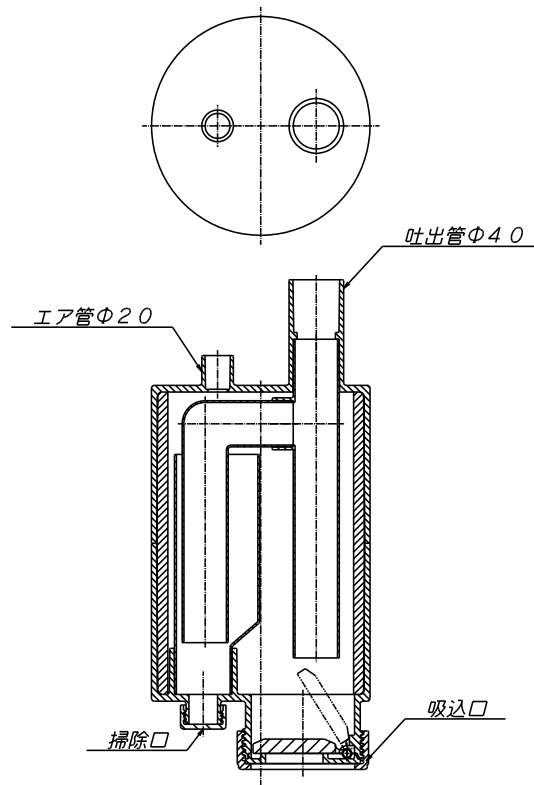

図3-1 間欠定量移送装置内部構造
- ①間欠定量移送装置の移送水が吐出し終わる直前（エアが吐出する前）に間欠定量移送装置用バルブを閉じます。
- ②吐出管・エア管のユニオンを外し、槽外に引き上げます。
- ③装置底部に設けた掃除口キャップおよび吸込口を外し、内部を確認しながら、高圧水やブラシで洗浄します（図3-1参照）。
- ④キャップおよび吸込口を閉めます。（担体流動槽第1室の水位がH.W.L.を超えていない場合は⑦へ進んでください。）
- ⑤H.W.L.を超えている場合は一旦間欠定量移送装置を元の取付位置に戻し、ユニオンを閉めます。
- ⑥バルブを開き間欠定量移送装置を稼働させH.W.L.まで水位が下がったら、再度引き上げます。
- ⑦間欠定量移送装置収納部内の担体を取り出し、間欠定量移送装置を元に戻します。
- ⑧バルブを調整し、移送水量の確認・調整を行います。